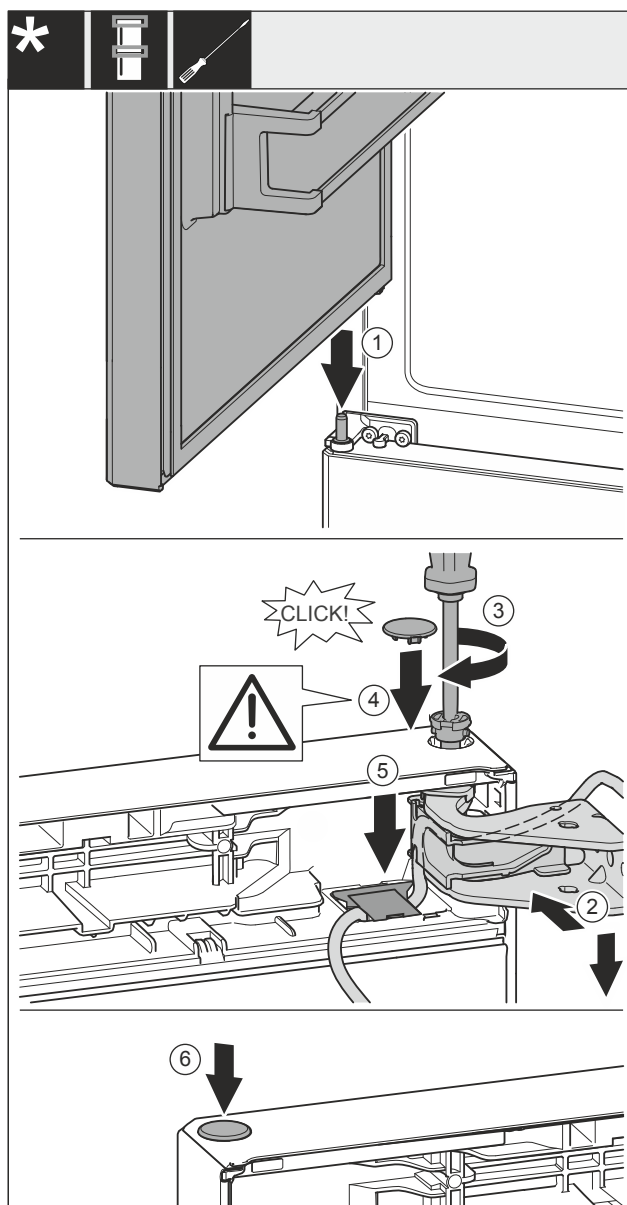

Fig. 38
- Встановіть верхні дверцята на середній опорний палець Fig. 38 (1).
- Вирівняйте двері зверху з отвором в опорному кронштейні Fig. 38 (2).
- Вставте штифт Fig. 38 (3) та закрутіть за допомогою викрутки.
- Вставте кришку Fig. 38 (4).
- Перевірте, щоб кришка Fig. 38 (4) щільно прилягала до дверей.
- Вставте кришку Fig. 38 (5) та натисніть на неї до клацання.
- Вставте кришку Fig. 38 (6).